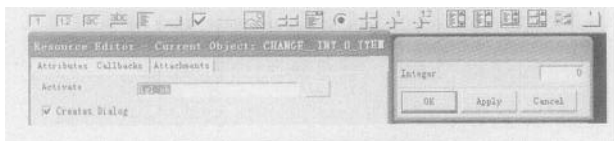
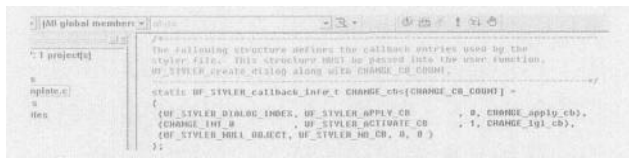

图4 对话框的回调函数定义
图6 VC++6.0编译对话框模板文件
- (1) 如图 4、5 所示在对话框回调函数定义界面中都有“Create Dialog”复选框, 如果用此对话框去调用下一级对话框, 则应该把复选框选中, 如果选中则图 6 所示的 `UF_STYLER_callback_info_t CHANGE_cbs[CHANGE_CB_COUNT]` 结构里 `CHANGE_lgl_cb` 前面的参数自动为“1”, 如果没有选中复选框, 则那个参数